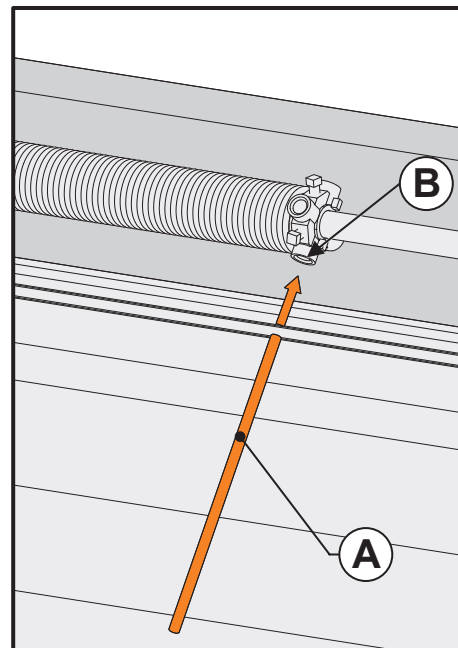

Figure 6a
- Insérez le barre (A) dans le trou (B) du mandrin du ressort, comme indiqué sur la figure 6a.